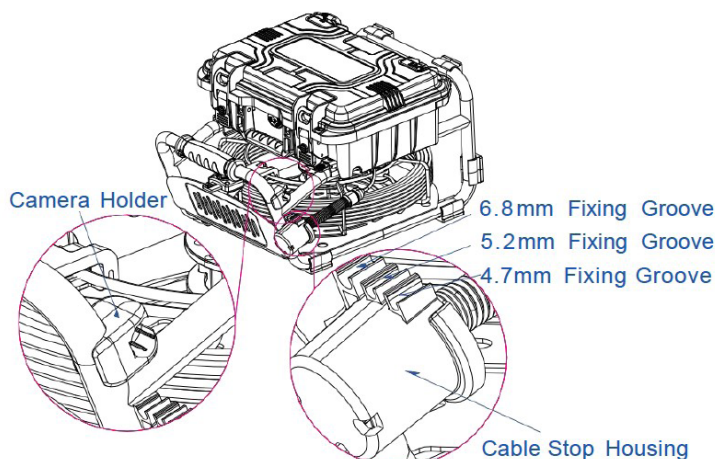

Figura 16. Telecamera e cavi fissati
6. Fissaggio della telecamera e del cavo (Figura 16)